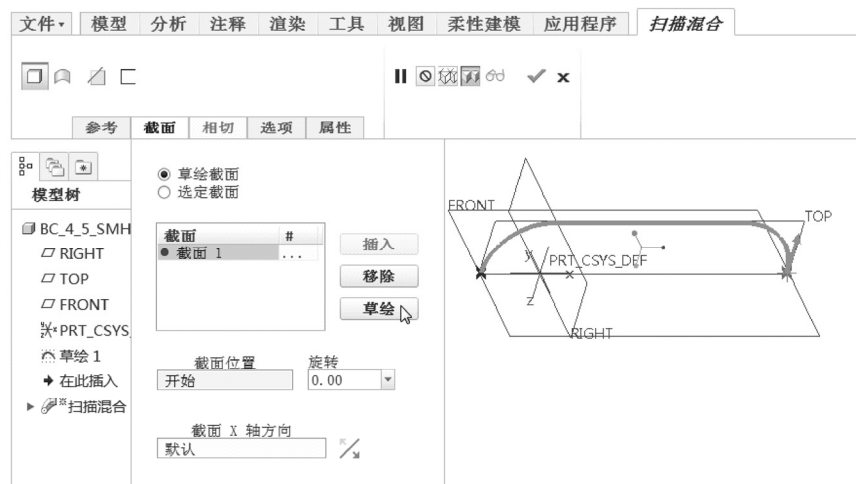

图 4-103 在“扫描混合”选项卡的“截面”面板中进行设置
6) 在“扫描混合”选项卡中打开“截面”面板。选中“草绘截面”单选按钮, 截面 1 的截面位置默认为原点轨迹的开始点处, 该截面默认的旋转角度为“0”, 如图 4-103 所示, 单击“草绘”按钮, 进入草绘模式。